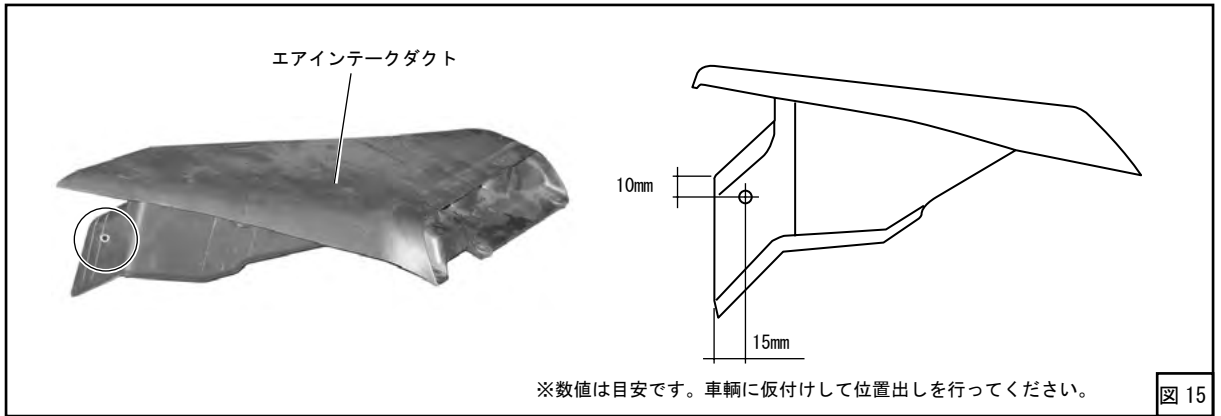

図15
(12) エアインテークダクトに図15のようにφ7の穴を開けてください。(図15)